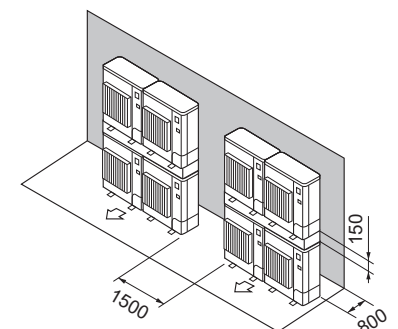

Fig. 2-19
- (7) Disposición de unidad apilada (Fig. 2-19)